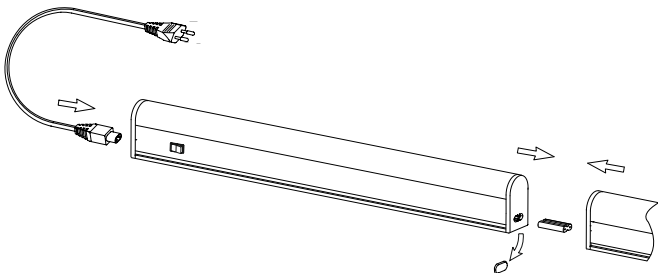

Рисунок 3
5.2 Подключение светильника (рисунок 3).
5.3 Конструкцией светильника предусмотрено шлейфовое соединение светильников в ряд (рисунок 3). Максимальное количество подключаемых светильников ДБО 3001, ДБО 3002, ДБО 3003 – 20 шт., светильников ДБО 3004 – 10 шт.